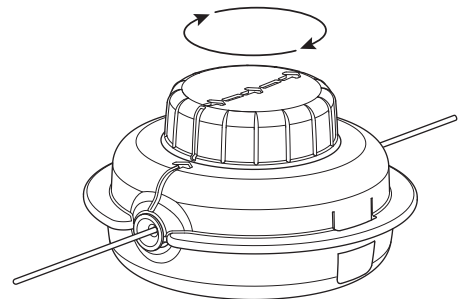

Fig. 15
5. Tournez le bouton de butée dans le sens des aiguilles d'une montre pour enrouler le fil jusqu'à ce qu'environ 12,7 cm (5 po) dépassent de chaque côté de la tête de coupe (Fig. 15). **NE PUSSEZ PAS** le bouton de butée vers le bas lors de l'enroulement du fil.